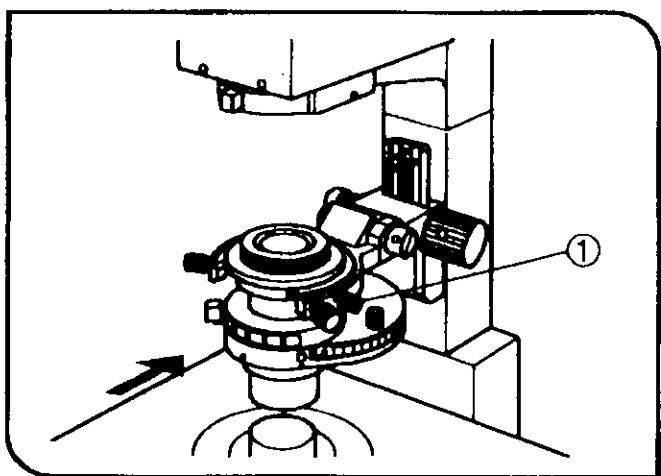

图 93
#### (6) 安装聚光镜 (仅适用于 IX2-ILL100 照明柱) (图 93 和 94)